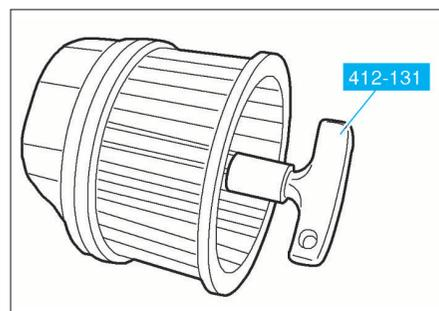

FIG. 10
- Déposer le motoventilateur de chauffage à l'aide d'un outil adapté (outil Ford ref. 412-131) (Fig.10).